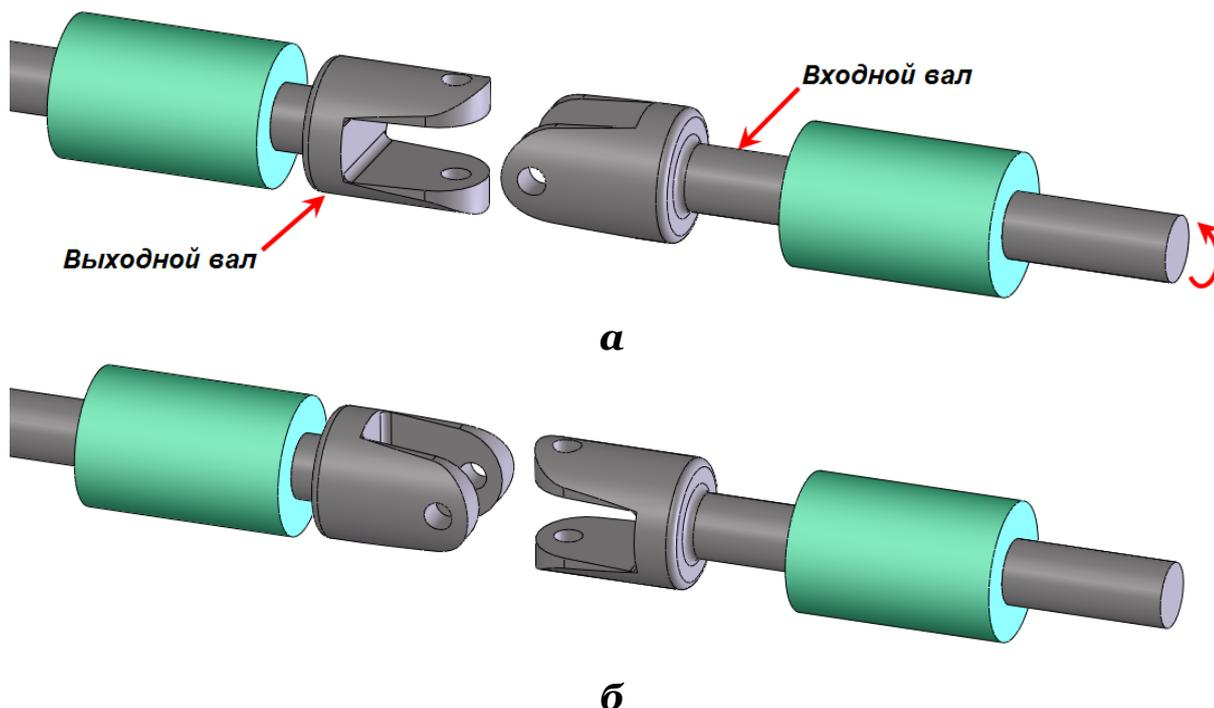

Рис. 11.25 Взаимодействие валов при наложении между ними сопряжения Универсальный шарнир
**Универсальный шарнир.** При выборе этого сопряжения вращение одного компонента (входного вала) вокруг своей оси обусловлено вращением другого компонента (выходного вала) вокруг собственной оси (рис.11.25).